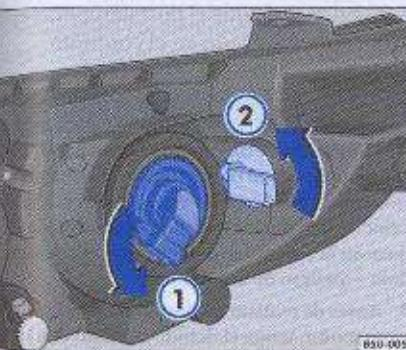

Fig. 143 Vista de la lámpara de luz de cruce y lámpara del indicador de dirección
- Remueva el portalámparas → fig. 143 ① girándolo en el sentido antihorario -flecha-.